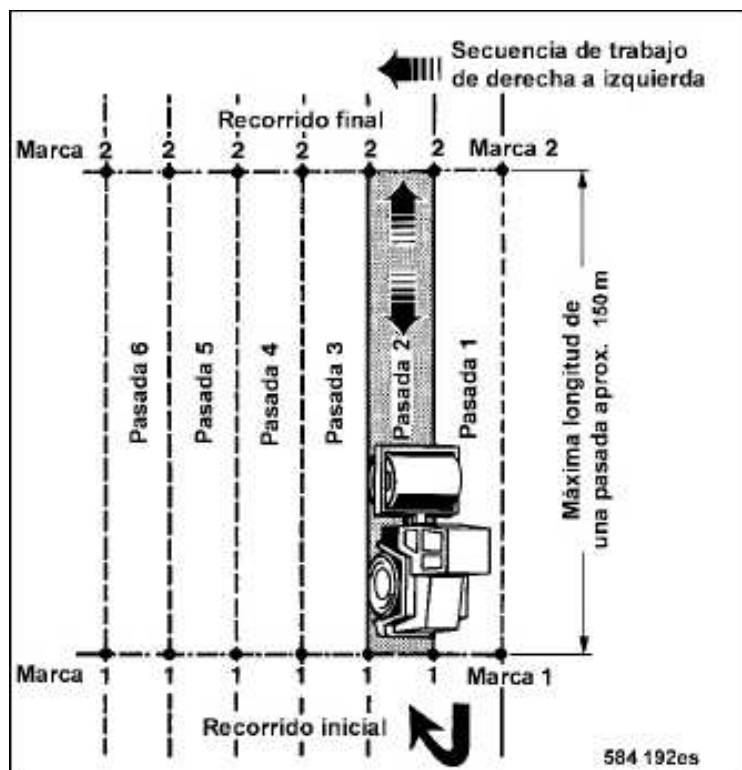

Fig. 85
- Para el registro de datos hay que repetir el proceso de compactación por completo en la siguiente trayectoria (Fig. 85).